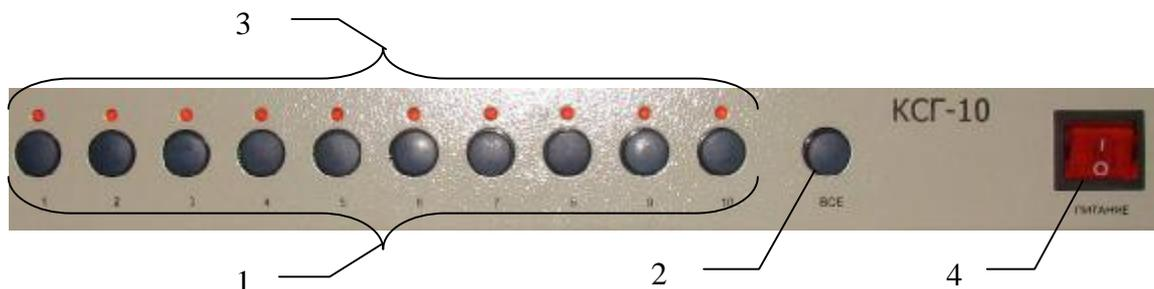
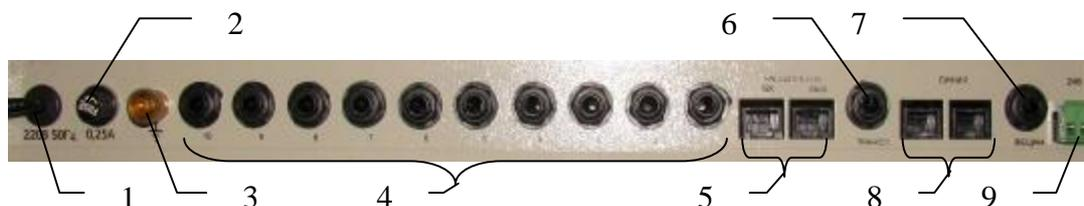

Рисунок 1 – Вид лицевой панели
Рисунок 2 – Вид задней панели
Коммутатор конструктивно выполнен в виде корпуса для установки в 19-ти дюймовую стойку. На лицевой панели коммутатора находятся такие органы управления и индикации (см. рис. 1).
На задней панели коммутатора расположены (см. рис. 2):
2.2.9 Подключить линейные выходы (например, к усилительной аппаратуре), линии связи и управления (см. рис.2) и при необходимости источник фонового сигнала.
2.2.10 При необходимости подключить источник аварийного напряжения 24В (см. рис.2). Полярность значения не имеет.
Для того чтобы скоммутировать источник сигнала оповещения на один из линейных выходов, пользователь однократно нажимает соответствующую кнопку на лицевой панели коммутатора (см. рис.1). При этом соответствующий индикатор загорится. При необходимости отключить скоммутированный линейный выход достаточно еще раз однократно нажать соответствующую кнопку, при этом соответствующий индикатор потухнет. Для коммутации сигнала оповещения на все линейные выходы достаточно на лицевой панели нажать кнопку “ВСЕ” (см. рис.1), после чего все индикаторы загорятся. Повторное нажатие этой кнопки приведет к переходу коммутатора в исходное состояние (освобождение всех линейных выходов). Для любого линейного выхода справедливо: если он не скоммутирован на сигнал оповещения, то он скоммутирован на линейный вход источника фонового сигнала (рисунок 2, позиция б).